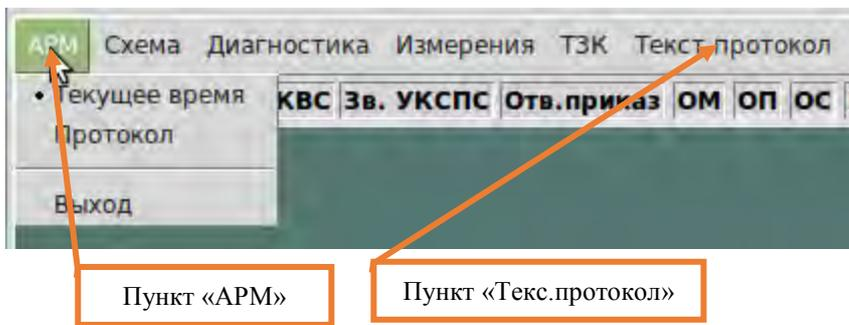

Рисунок 17. Выбор пунктов «АРМ» и «Протокол».
7.3.1. В главном меню выбрать пункт «АРМ» (Рисунок 17), далее пункт «Текст.протокол» (Рисунок 17).